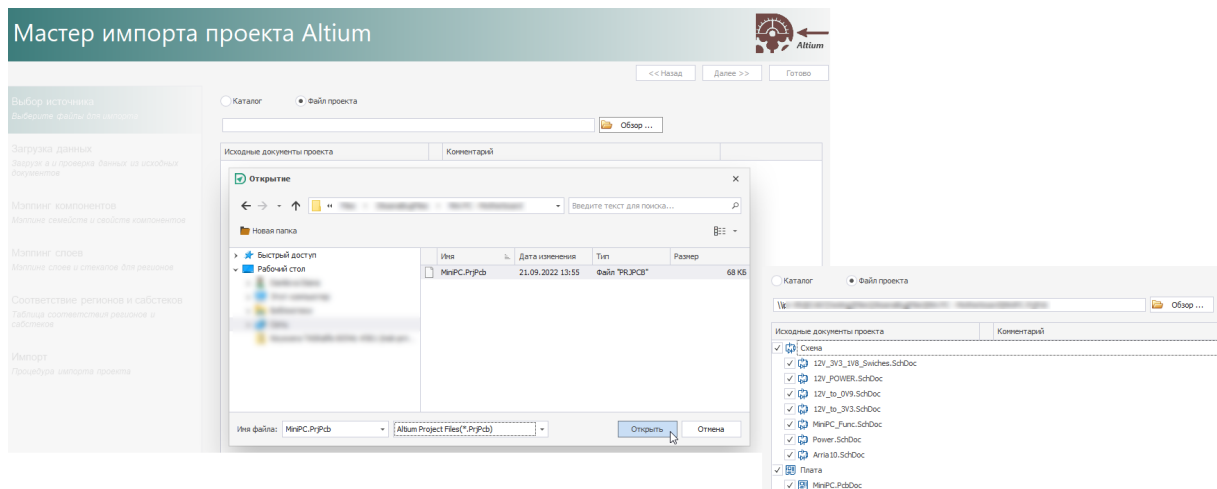

Рис. 11 Импорт файлов проекта
- **файл проекта** – выбирается файл проекта Altium Designer (.PrjPcb), в котором расположены файлы, относящиеся к определенному проекту, см. Рис. 11.